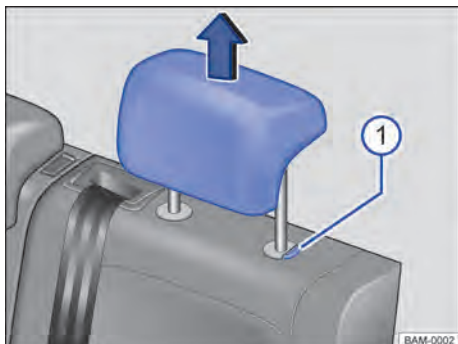

Fig. 72 Apoios para cabeça traseiros: remover.
- Retirar o apoio para cabeça com o botão → Fig. 72 ① pressionado.
- Empurrar o apoio para cabeça para baixo com o botão → Fig. 72 ① pressionado.